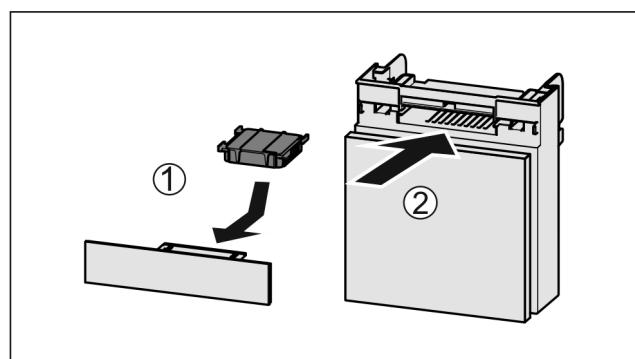

Fig. 147
- Поставете Fig. 147 (1) филтъра с активен въглен, както е показано на фигурата.
- Вкарайте Fig. 147 (2) отделението.